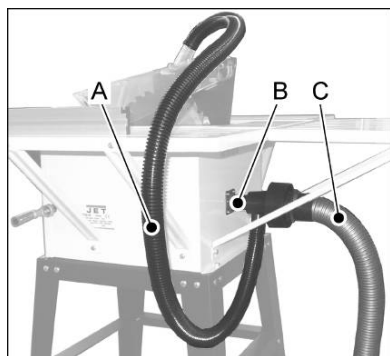

Fig. 8
Montieren Sie den Verbindungsschlauch (A, Fig. 8) und das Y-Stück (B) wie abgebildet.